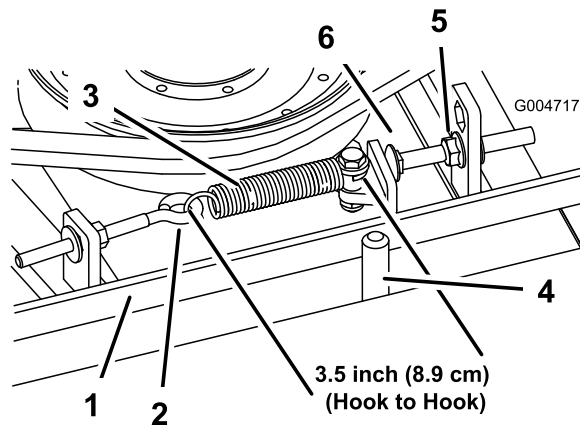

Figura 73
Cuando está correctamente tensado, la longitud en el interior del muelle de extensión (entre ganchos) debe ser de 8,3 cm a 9,5 cm aproximadamente. Una vez que haya obtenido la tensión correcta del muelle, ajuste el perno de tope (perno de cuello cuadrado) hasta que quede aproximadamente 2–5 mm de holgura entre la cabeza del perno y el brazo tensor (Figura 73).
**Nota:** Asegúrese de que la correa está colocada en el lado del muelle de la guía de la correa (Figura 73).
2. Afloje el perno de ojal para poder retirar el muelle de extensión (Figura 73).
3. Afloje la tuerca con arandela prensada que fija el perno de tope a la pestaña de montaje, y aparte la polea tensora de la correa para aliviar la tensión de la correa (Figura 73).
9. Conecte el muelle de extensión (Figura 73) al perno de ojal y tense la correa de la siguiente manera: